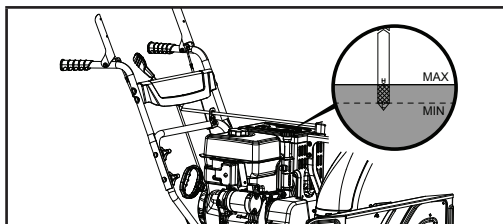

Figure 20
4. Tandis que le moteur est de niveau, remplissez le réservoir d'huile avec l'huile recommandée jusqu'au repère supérieur de la jauge (0W-30) (figure 20).